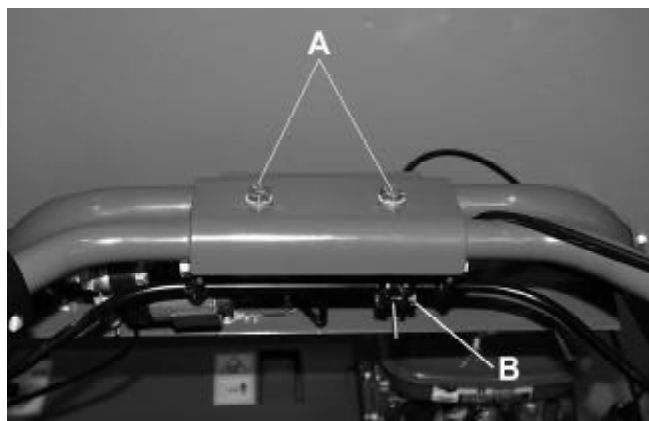
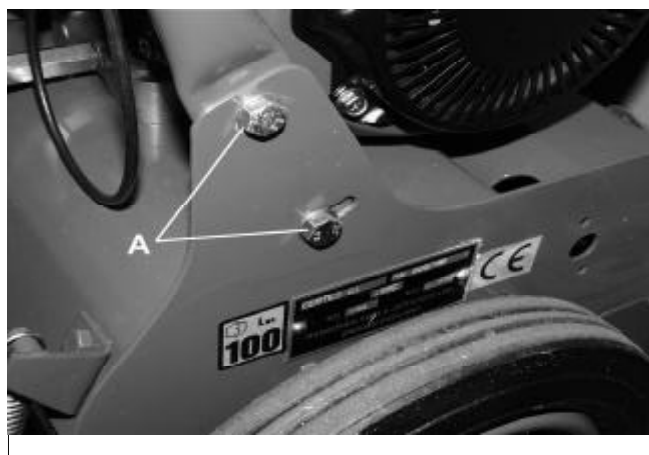

Fig. 23
Fig. 24
Waar de slangen aan de zijkanten bevestigd zijn (A Fig. 24) en waar de hendels aan de onderste hendelslang bevestigd is (A Fig. 23)
1. De knevelbouten losdraaien (A Fig. 23 en/of 24).
BELANGRIJK Als de hendels ingesteld zijn waar zij vastzitten aan de onderste hendelslang moet de smookkabel mogelijk ingesteld worden bij (B Fig.23) om de juiste snelheid van de motor te verkrijgen.